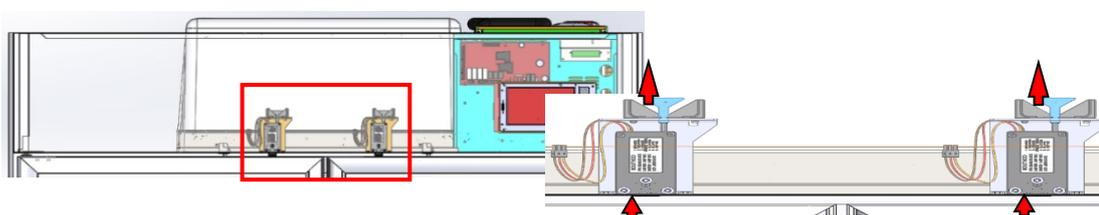

Fig. 29 – posizione elettroserratura mod. 1500
- v. **Per modello 1500:** per l'apertura manuale delle porte è necessario accedere dall'alto del frigorifero dove si potranno vedere le serrature (fig.29). Le serrature si possono aprire dall'alto dell'apparecchiatura tirando l'apposita levetta di sblocco. Mantenendo singolarmente le levette in trazione, aprire le relative porte.